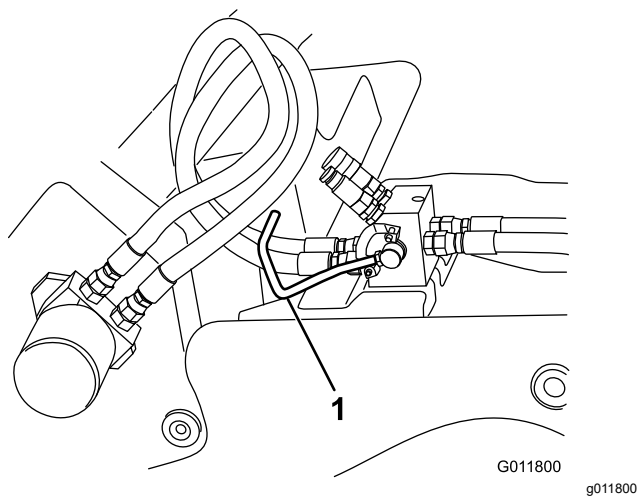

**Figure 24**
7. Abaissez le levier de sélection sur le collecteur hydraulique pour passer du mode trancheuse au mode forage (Figure 24).